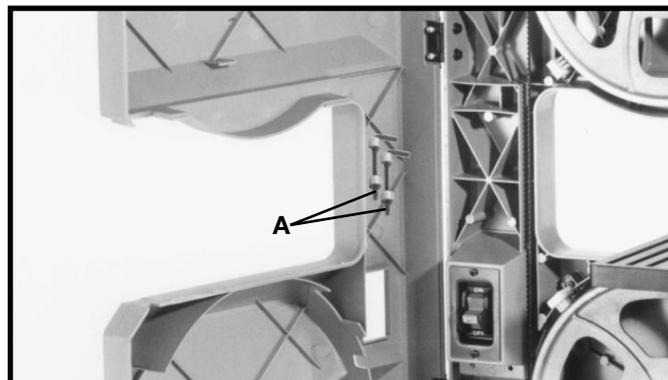

Fig. 32
Des clés de 3 mm et 4 mm (A), sont fournies avec votre scie à ruban. Ces clés peuvent être rangées à l'intérieur du carter, comme l'illustre la figure 32.